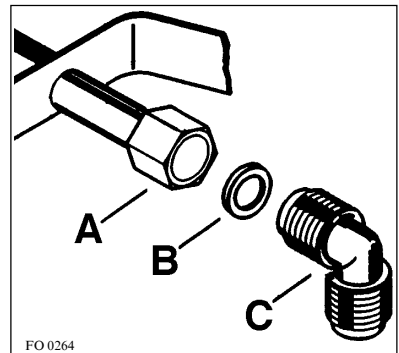

Fig. 2
-  1) Vissez le raccord orientable C dans l'écrou A situé à l'extrémité de la rampe d'alimentation, sans omettre d'intercaler le joint d'étanchéité B (Fig. 2).